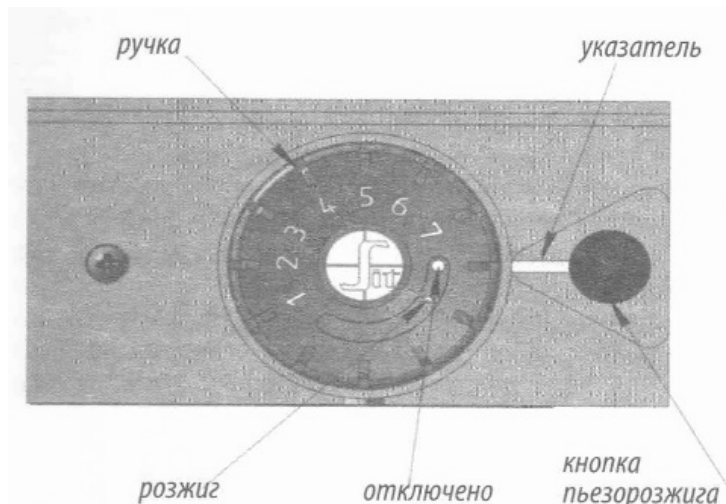

Рис. 6. Элементы управления КОГВ «STRATTOS» 7,5-17 кВт.
8.2.1. Установить ручку газового блока в положение «Отключено» (см. рис.6).
8.2.8. **ВНИМАНИЕ!** Для повторного розжига котла необходимо установить ручку в положение «Отключено» (см. рис.6), после чего повернуть ручку газового блока в положение «Розжиг».